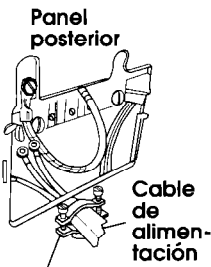

Figura 15
3. Fije el aliviador de 3/4 pulg. con aprobación U.L. (con la marca U.L.) en el orificio debajo de la abertura del bloque de terminales (consulte la figura 15). Apriételo firmemente al bastidor que esté en posición horizontal. Coloque el cable de alimentación a través del aliviador.